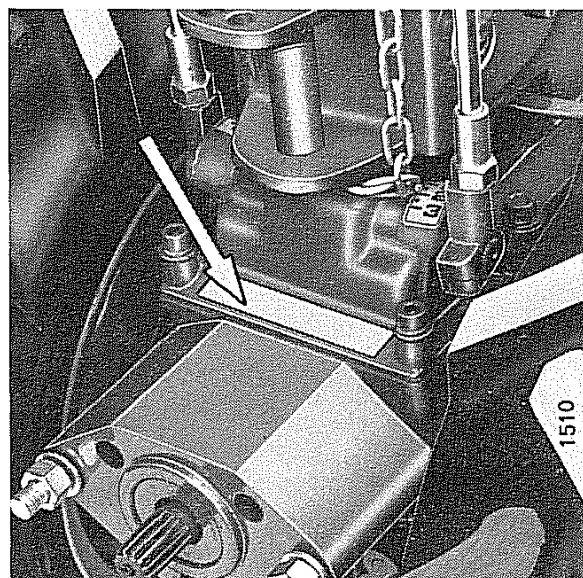

Fig. 48 - Identificazione motocoltivatore: Modello, Serie e Numero.
N.B. - La sigla del modello, la serie e il numero del motocoltivatore si trovano stampigliati sull'apposita targhetta metallica oppure nel punto indicato dalla freccia in fig. 48.